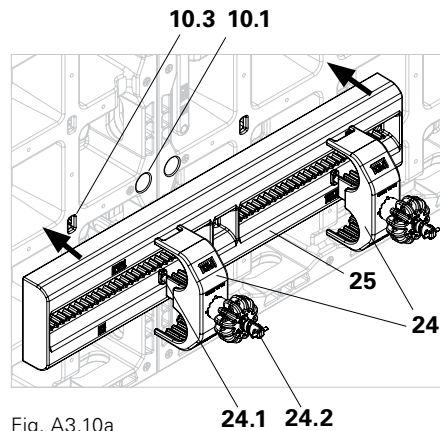

Fig. A3.10a
1. Posizionare due supporti tubo DUO (24) su un allineatore DUO 62 (25). (Fig. A3.10a)
2. Agganciare il supporto tubo DUO (24) con la vite trasversale di ancoraggio (24.1) in un punto di attacco (10.3) del pannello, quindi ruotare la vite (24.1) di 90°.
3. Serrare il supporto tubo DUO con il dado a manopola DW 15 (24.2). (Fig. A3.10a)